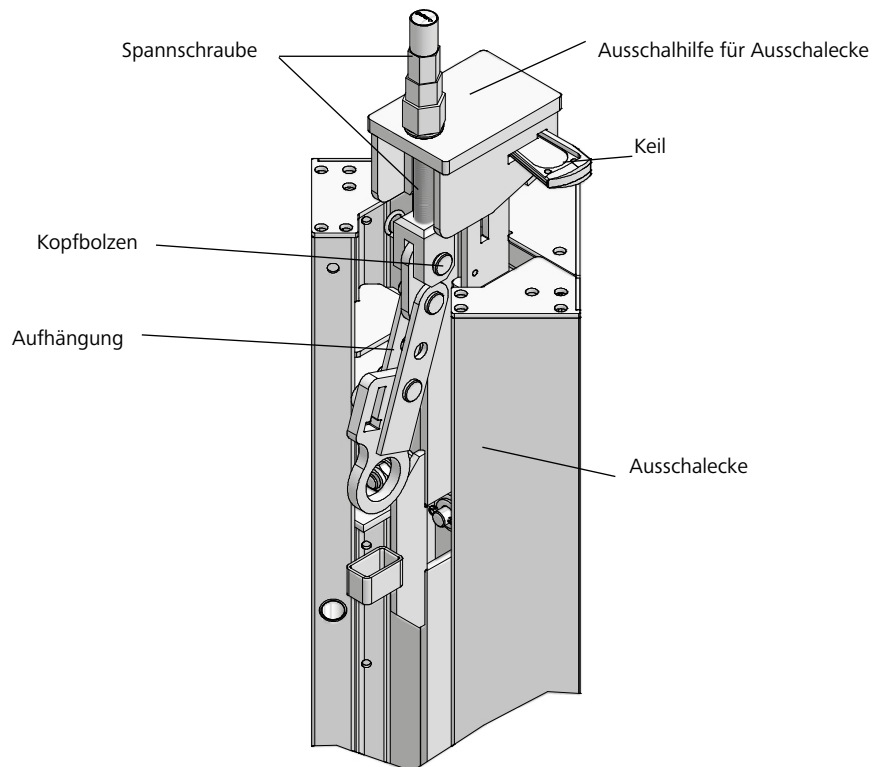

Abb. 49.2
1. Die Ausschalhilfe für Ausschalecke wird auf das Koppungsstück an der Oberseite der Ausschalecke aufgesetzt. Die Aufhängung der Ausschalecke muss hierbei nach unten geneigt sein (Abb. 49.2).
2. Die Befestigung an der Ausschalecke erfolgt mit dem an der Spanschraube der Ausschalhilfe für Ausschalecke integrierten Kopfbolzen 16/40 und Federstecker 4 (Abb. 49.2).
3. Zur Fixierung der Ausschalhilfe für Ausschalecke wird der an der Ausschalecke befestigte Keil in die Öffnung im Seitenteil der Ausschalhilfe für Ausschalecke geschlagen (Abb. 49.2).